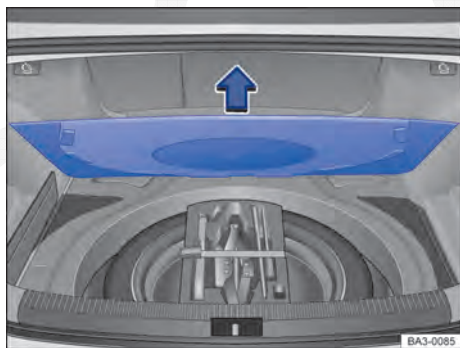

Fig. 217 No compartimento de bagagens sob o revestimento do assoalho: roda sobressalente e ferramentas do veículo.
- Levantar o revestimento do assoalho ⇒ Fig. 217 (seta) e, se for necessário, retirá-lo.